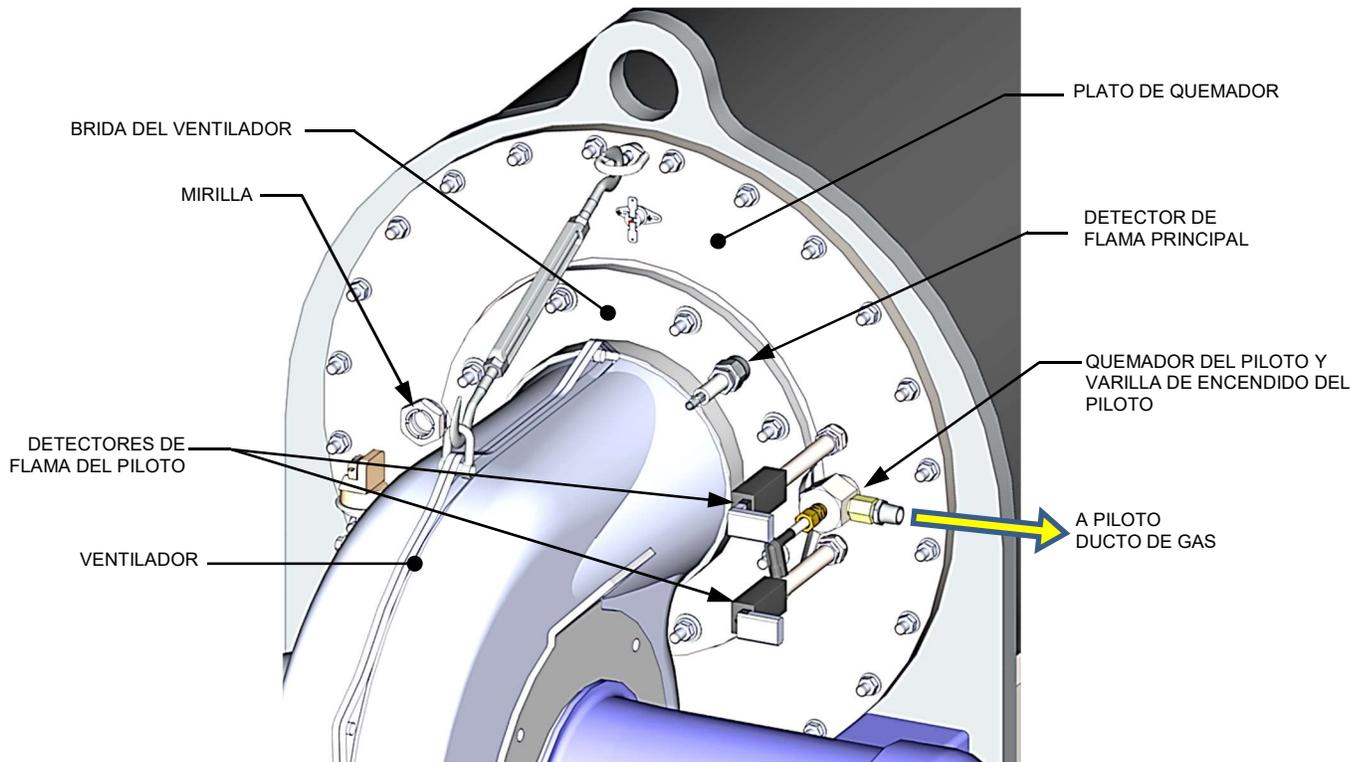

Figura 4-1a: Ubicaciones de montaje del quemador del piloto, detector de flama principal y del piloto
El Quemador del Piloto (N/P **29700**) se localiza en la parte frontal a la derecha del Plato del Quemador. Tiene un cable de encendido, el ducto de gas del piloto conectado al buje reductor y la Varilla del Quemador del Piloto (N/P **66100**), los cuales deberán inspeccionarse y remplazarse de acuerdo con el calendario en la Tabla 4-1a. La Figura 4-1a muestra la ubicación del Quemador del Piloto y los componentes relacionados.
3. Desconecte el cable de encendido del Quemador del Piloto (Figura 4-1a).
4. Con una llave inglesa de extremo abierto de ½", desconecte el ducto de gas del Piloto de las boquillas reductoras y el codo que se muestran en la Figura 4-1a.
El Detector de Flama Principal (unidad de remplazo de campo N/P **65182**) se localiza en la Brida del Ventilador cerca de la parte superior de la unidad (vea Figura 4-1a, que aparece antes). El detector de la flama puede estar caliente. Permita que la unidad se enfríe lo suficiente antes de quitar el Detector de Flama Principal. Inspeccione o reemplace el Detector de Flama principal de la siguiente manera:
10. Extraiga los Detectores de Flama del Piloto (vea la Figura 4-1a, que aparece antes) y mire por el puerto de observación en el plato frontal. Deberá poder ver el brillo naranja de la flama del Piloto durante el periodo de prueba de encendido.